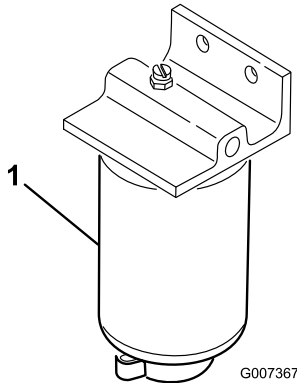

Bild 56
1. Stellen Sie einen sauberen Behälter unter den Kraftstofffilter (Bild 56).